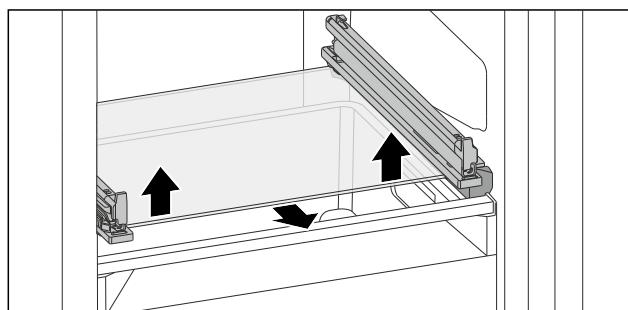

Fig. 107 可倾倒抽屉的玻璃隔板
- ▶ 从下方两侧向上推玻璃隔板。（参见 Fig. 107）